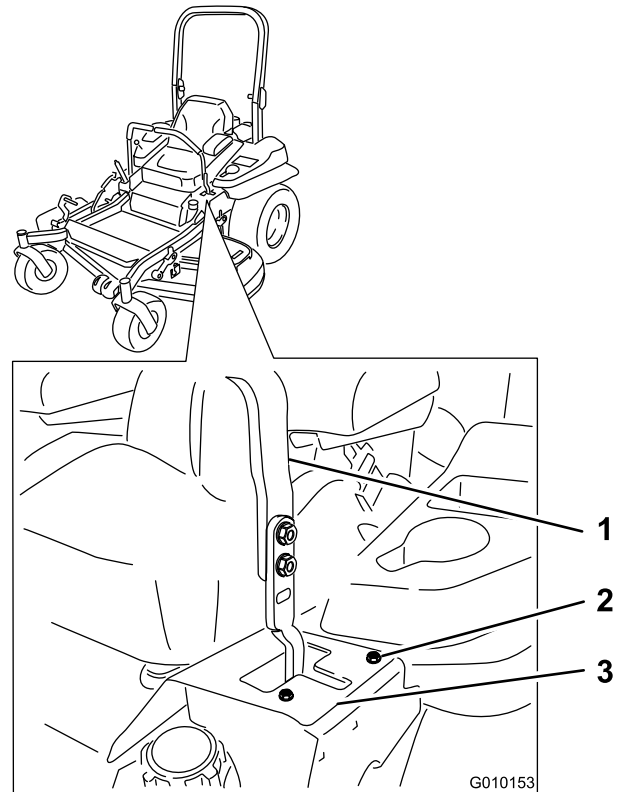

図 50
7. 左にずれていく場合には、ボルトをゆるめて右側T字スロットの右ストッププレートを後ろにずらす (図 50)。
8. ストッププレートを締め付ける (図 50)。
6. 右にずれていく場合には、ボルトをゆるめて左側T字スロットの左ストッププレートを後ろにずらす (図 50)。